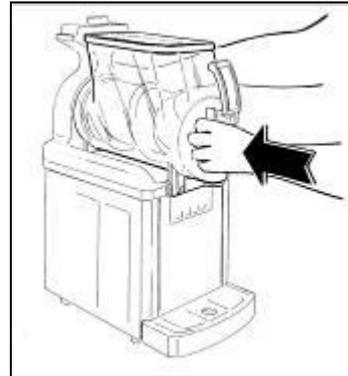

Fig. 16
- **R**emonter le bac en le plaçant dans son logement et en s'assurant qu'il adhère exactement à son propre joint (voir figure 16).